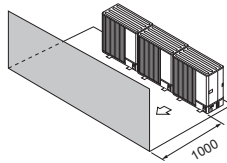

Abb. 2-14
- (3) Hindernisse oder unzugängliche Oberfläche nur auf Vorderseite (Abb. 2-14)